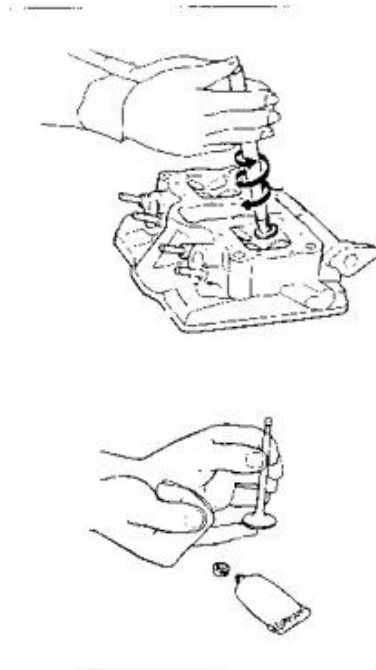

FIG. 46
- A l'aide d'une ventouse à roder, tourner la soupape sur son siège par un mouvement alternatif des mains, en exerçant une légère pression (fig. 46).